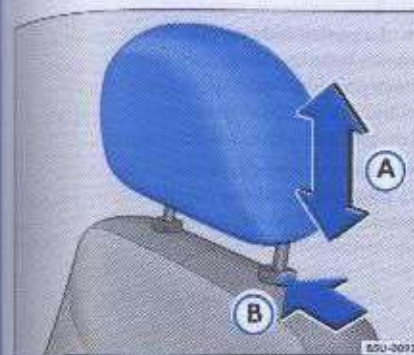

Fig. 77 Ajustar o remover los apoyos para cabeza delanteros
- Desplace el apoyo para cabeza hacia arriba o hacia abajo -flecha- → fig. 77 (A), hasta alcanzar la altura correcta → página 100.
- Presione la traba en el sentido de la flecha → fig. 77 (B). Mantenga la traba presionada y, al mismo tiempo, tire del apoyo hacia afuera → ⚠.